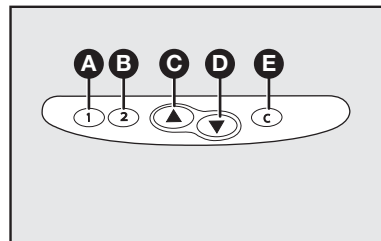

fig. 96
Pressionar brevemente (menos que dois segundos) o botão **C**—fig. 96, para o painel de vidro do teto solar iniciar o movimento de abertura do teto, que prosseguirá automaticamente até o fim de curso.
Pressionar o botão por mais de dois segundos e soltá-lo; o vidro será aberto até a posição de “spoiler”. Um novo toque breve completará a abertura até o fim de curso. Para parar o movimento, pressionar o botão **C–fig. 96** brevemente.
Para abertura do teto solar em posição intermediária, pressionar o botão **C–fig. 96** e mantê-lo pressionado. O teto iniciará o basculamento em etapas e a abertura do vidro ocorrerá até parar de pressionar o botão.
Pressionar brevemente (menos que dois segundos) o botão **D–fig. 96**, para o painel de vidro do teto solar iniciar o movimento de fechamento do teto, que prosseguirá automaticamente até o fim de curso. Para parar o movimento, pressionar o botão **D–fig. 96** brevemente.
Para fechamento do teto solar em posição intermediária, pressionar o botão **D–fig. 96** e mantê-lo pressionado. O teto iniciará o fechamento do vidro até parar de pressionar o botão.
É possível memorizar a posição de abertura ou fechamento do teto solar em posições intermediárias, utilizando os botões **A e B–fig. 96**.
Para memorizar a posição intermediária de abertura do teto solar, pressionar o botão **A–fig. 96** na posição desejada e soltá-los quando ouvir o beep de confirmação. Fazer o mesmo procedimento para fechamento, pressionando o botão **B–fig. 96**.
**Limpar periodicamente e/ou de acordo com a necessidade, os mecanismos de movimentação do teto solar e guarnições fig. 96. Colocar o vidro na posição de máxima abertura e limpar com um pano úmido ou esponja não abrasiva para eliminar os resíduos (poeira, folhas de árvore, etc.).**